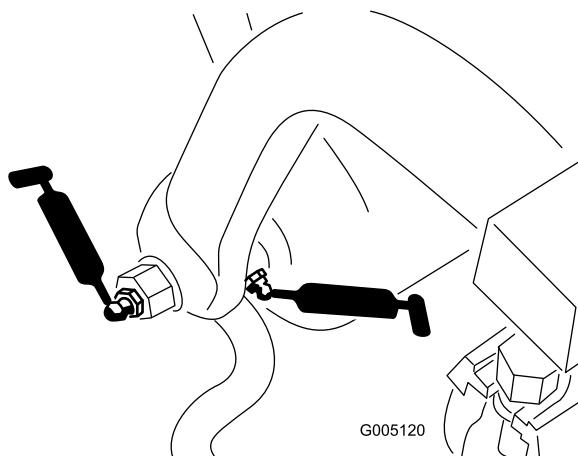

Figura 27
- Albero e rullo del telaio di traino (12) (Figura 27)